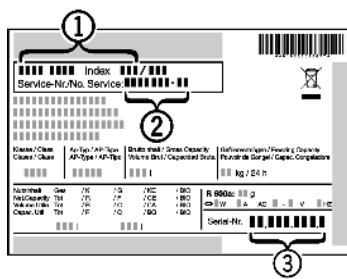

Fig. 11
► Обратитесь в сервисную службу и сообщите вид неисправности, наименование устройства Fig. 11 (1), сервисный № Fig. 11 (2) и серийный № Fig. 11 (3).